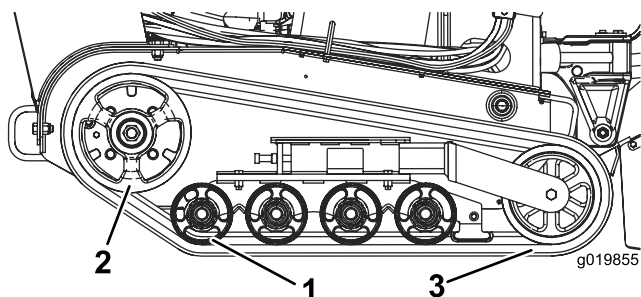

Figure 44
Important: Nettoyez soigneusement les galets de roulement et le pignon d'entraînement (Figure 44).
8. Pour installer la chenille neuve, commencez par l'enrouler autour du pignon d'entraînement, en veillant à ce que les crampons à l'intérieur de la chenille s'engagent correctement entre les entretoises du pignon (Figure 44).
9. Poussez la chenille sous et entre les galets de roulement arrière et central (Figure 44).